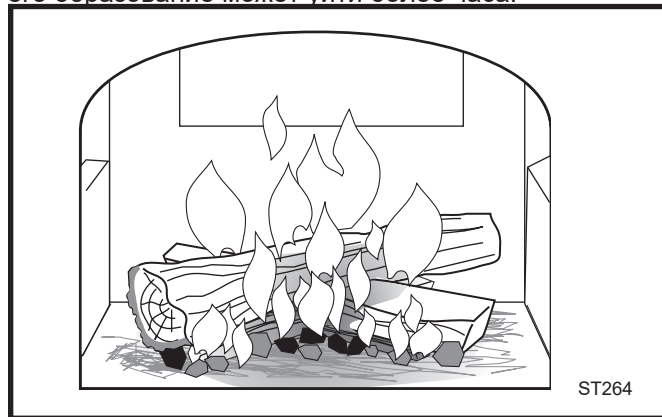

Рис. 38 Подкладывайте дрова большего размера по мере того, как огонь начинает гореть хорошо.
4. Если Defiant уже предварительно протоплена, в соответствии с шагами 1-3, продолжайте постепенно разводите огонь. Добавляйте большие дрова диаметром 75-100 мм. Продолжайте подкладывать колотые поленья такого размера в оживленный огонь, пока не образуется слой углей толщиной 50-75 мм (рис. 38). Хороший слой необходим для правильного функционирования некаталитической системы, и на его образование может уйти более часа.